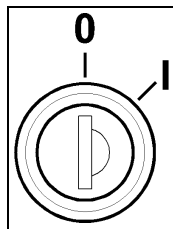

Abb. 21
- Schlüssel in Schlüsselschalter (Abb. 21) stecken.